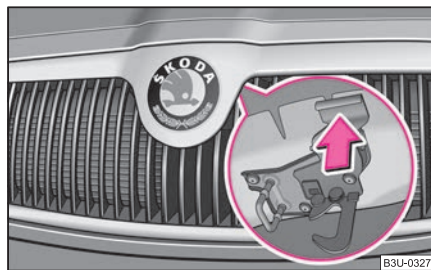

Fig. 173 Griglia radiatore: Fusibile
- Premere la sicurezza ⇒ fig. 173 ed aprire il cofano motore.